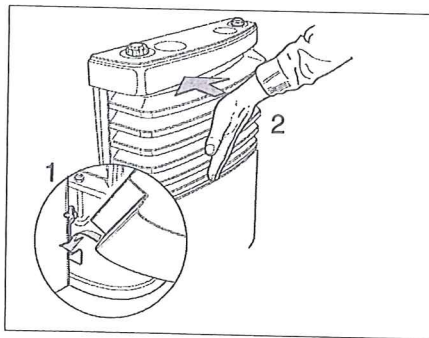

Bild 102 Sätt på hölje till värmeaggregatet
- Montera höljet på värmeaggregatet. Häng höljet i de undre lagren (Bild 102,1).
- Sväng in höljet tills låsspakarna snäpper fast hörbart (Bild 102,2).